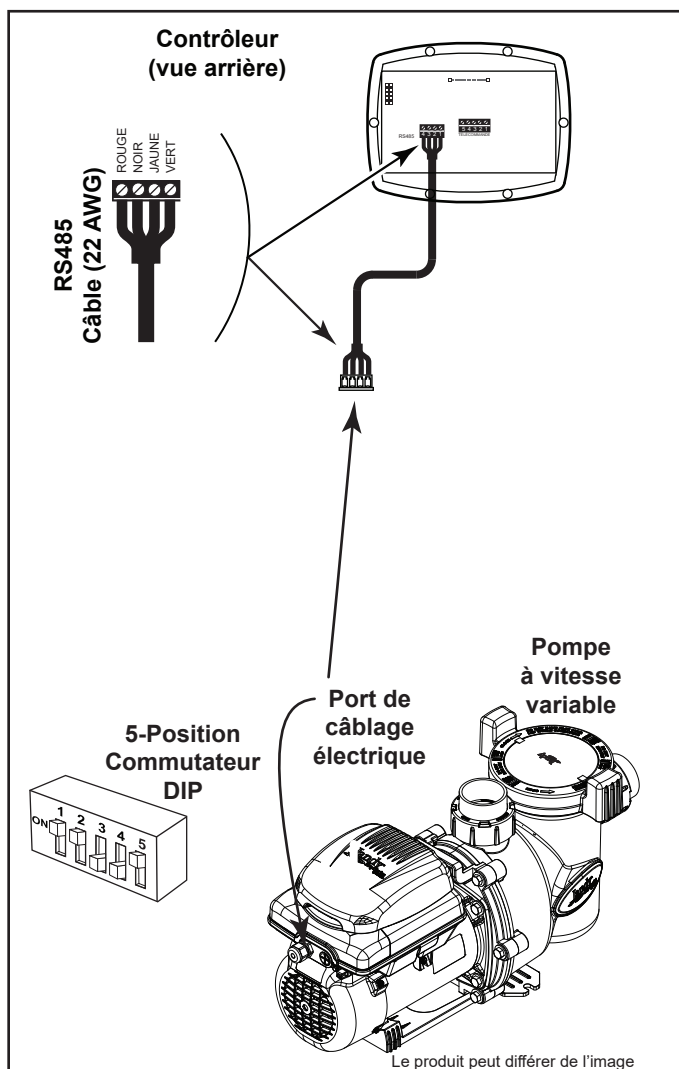

Figure 9. Câblage du contrôleur à vitesse variable (JEP-R)
4. Fixer les quatre (4) fils dans le câble RS-485 au connecteur RS-485. Faire correspondre les couleurs de fils aux positions sur le connecteur : 1-rouge, 2-noir, 3-jaune et 4-vert. Voir la Figure 9.
6. Glisser les commutateurs DIP 1 et 2 en position activée (ON) et glisser les commutateurs 3 et 4 vers la position désactivée (OFF). Voir la Figure 9.